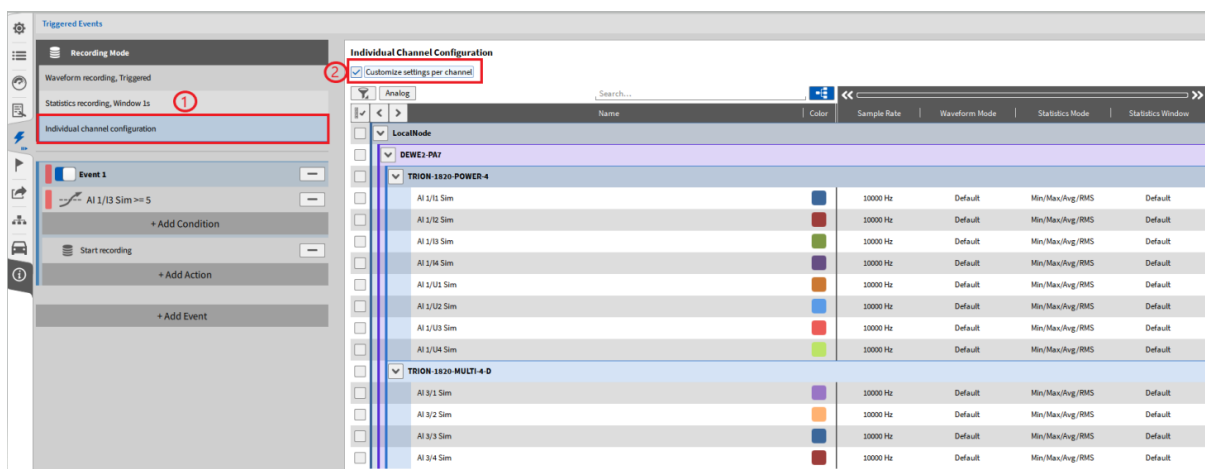

Abb. 9.42: Individuelle Kanalkonfiguration im Trigger-Menü
Die erweiterten Einstellungen für die Kanalspeicherung ist im Trigger-Menü verfügbar, unter dem Abschnitt *Individuelle Kanalkonfiguration* (siehe ① in Abb. 9.42). Die individuelle Kanalkonfiguration beinhaltet die folgenden Optionen:
Um die individuelle Kanalkonfiguration zu aktivieren, wählen Sie die Checkbox *Kanaleinstellungen anpassen* aus (siehe ② in Abb. 9.42).